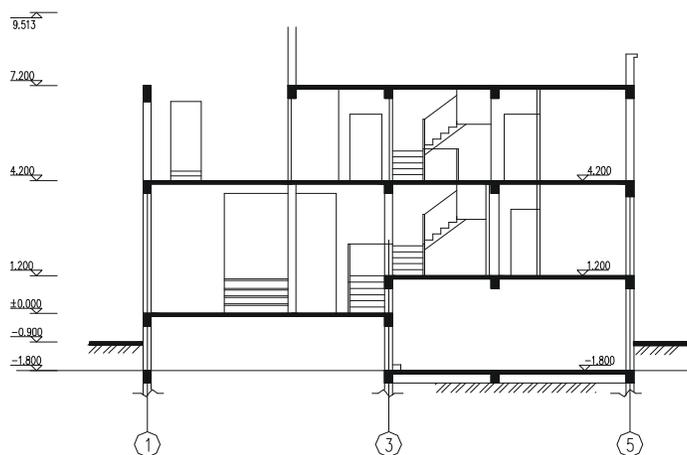

图 10-2-22
**STEP 19** 参照前面的绘制方法绘制出屋顶层楼板和梁的剖面,如图 10-2-22 所示。